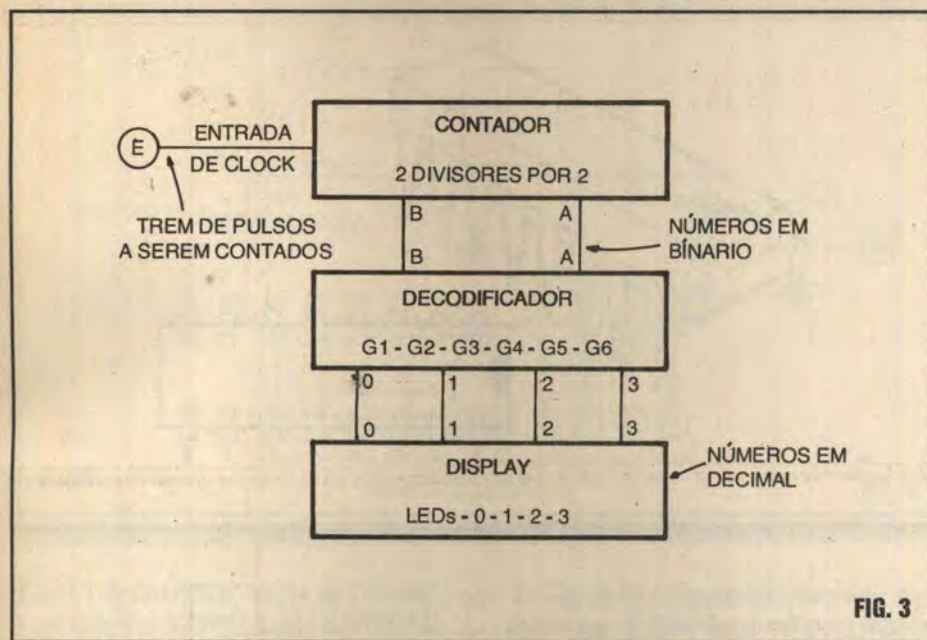

FIG. 3
**- FIG. 3 - REPRESENTAÇÃO EM BLOCO, DE UM CONJUNTO CONTADOR/DECODIFICADOR/DISPLAY...** - Quando queremos representar o exemplificado conjunto de funções, na forma de um diagrama de blocos, usamos a configuração mostrada: um bloco **CONTADOR**, que recebe em sua Entrada os pulsos a serem quantificados e apresenta, em sua Saída, o resultado da contagem em binário, um bloco **DECODIFICADOR**, que recebe em sua Entradas, a indicação binária da quantidade e mostra, em suas Saídas, a mesma quantidade, porém em forma decimal, e - finalmente - um bloco de **DISPLAY**, que recebe os sinais já decodificados (ainda eletricamente...) e os *mostra*, já em forma "visual" de modo inequívoco e claro para as nossas "mentes decimais"...